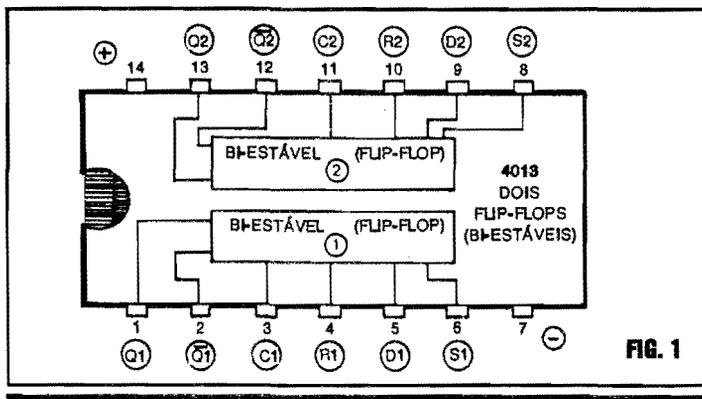
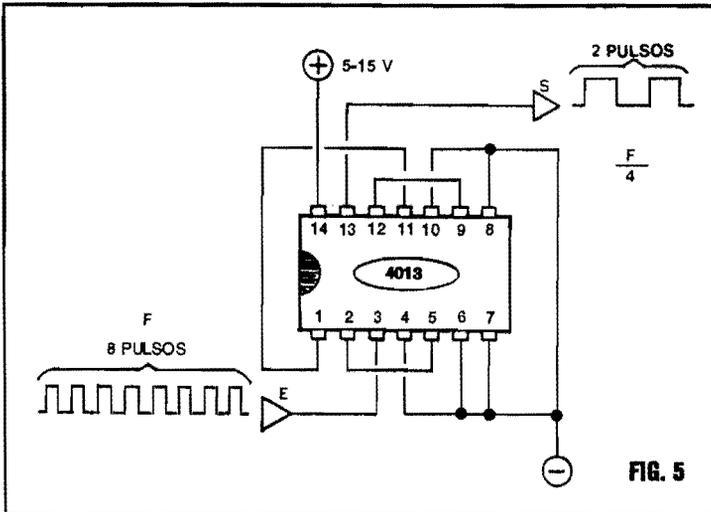

FIG. 1
FIG. 5
- FIG. 1 - O C.MOS 4013, CONTENDO DOIS FLIP-FLOPS BI-ESTÁVEIS...- Conforme vimos na "Aula" anterior, um dos mais importantes blocos lógicos é o do chamado **BIESTÁVEL**, que pode atuar tanto como verdadeira "célula de memória" (já que "guarda" um certo nível digital ou estado lógico, pelo tempo que for necessário, até que lhe seja dada uma ordem de "apagamento"...), quanto como **contador** ou **divisor por 2**. Alguns pontos práticos que já vimos, sobre os **BI-ESTÁVEIS**, são que tais blocos podiam ser construídos com **uma** ou com **duas** Entradas, e que, geralmente, apresentavam **duas** Saídas *invertidas* ou *complementares entre si* (ou seja: sempre que
- FIG. 5 - "CIRCUITANTO" O 4013 COMO DIVISOR POR 4... - Se não "forçar" muito a cabecinha de Vocês, caros Leitores/"Alunos" (lembram-se daquelas elementares primeiras Lições de Aritmética, nas primeiras séries do primeiro grau...?), pedimos notar que **dividindo o número ou quantidade duas vezes por 2, teremos o equivalente à sua divisão por 4...** Assim, como o 4013 contém dois blocos capazes de, individualmente, fazer divisões por 2, basta "enfileirar" de forma lógica os dois blocos para se obter uma divisão por 4... O esqueminha da figura mostra como isso pode ser feito na prática, pela simples interligação correta das Entradas, Saídas e pinos de Controle dos dois blocos do 4013, e sem o auxílio de nenhum outro componente externo (apenas o puro e simples trabalho do Integrado...)! Comparando o esquema com o diagrama das "entranhas" do 4013 (FIG. 1), percebe-se claramente que a Saída NORMAL do primeiro BIESTÁVEL (pino 1) encontra-se diretamente ligada à Entrada de CLOCK do segundo BIESTÁVEL (pino 11), e que - agora - recolhemos a Saída final do conjunto no pino de Saída do segundo BIESTÁVEL (pino 13). Dessa forma, a Frequência final obtida será 4 vezes menor do que a aplicada à Entrada E...! Em outras palavras (e conforme exemplificam os diagramas de formas de onda na figura...), se aplicados 8 pulsos completos à Entrada E teremos - no mesmo intervalo de Tempo - 2 pulsos completos na Saída S... Uma rigorosa e concreta divisão por 4...!